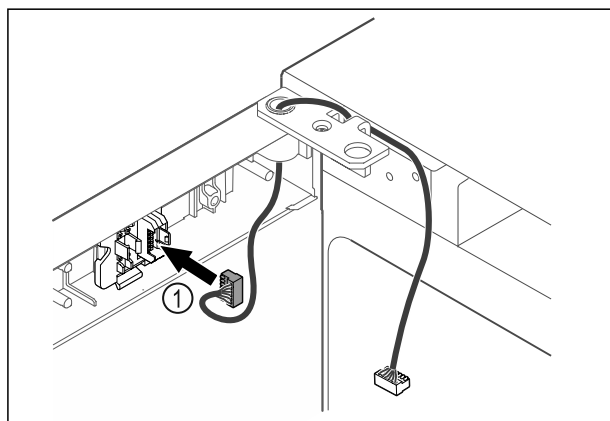

Fig. 48
- Enchufar el conector Fig. 48 (1) en su soporte.